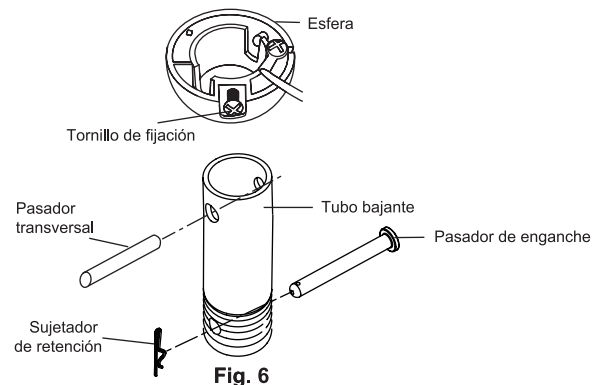

Fig. 6
Paso 3. Quita el sujetador y el pasador de enganche del conjunto de esfera/tubo bajante. Retira la esfera del tubo bajante aflojando el tornillo de fijación (no lo quites) de la esfera, bajando con cuidado la esfera (lo suficiente para retirar el pasador transversal del tubo bajante), retirando el pasador transversal del tubo bajante y, a continuación, retirando con cuidado la esfera de la parte superior del tubo bajante. (Fig. 6)